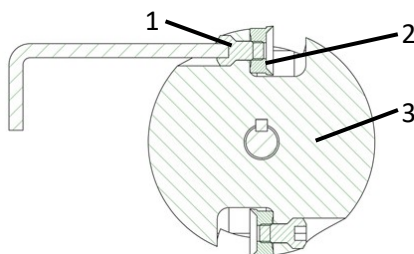

Fig.16: Udskiftning af kniv
- > Knivskruer (1 – fig. 16) på fræsehoved (3 – fig. 16) løsnes med en unbraconøgle 6 mm.
- > Udskift rundkniven (2 – fig. 16) eller drej rundkniven 180°.